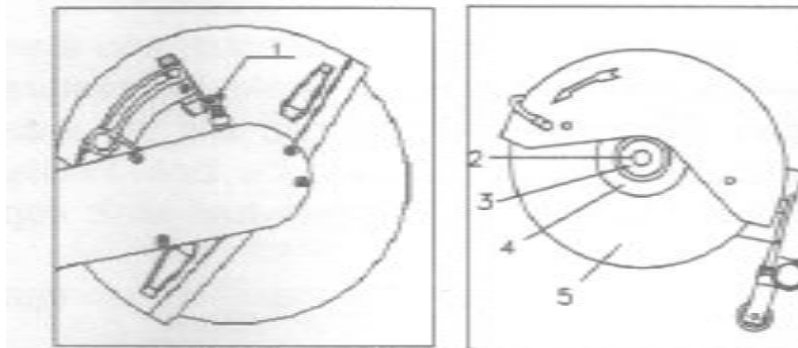

Fig 5
c. Montarea/Înlocuirea discului (ref. Fig. 5)
- Apăsați încet pe Siguranța axului (1), folosiți cheia mixtă pentru a roti Discul (5) înapoi și înainte până când siguranța axului antrenează axul discului.
- Folosiți cheia mixtă pentru a slăbi și a desface Șurubul hexagonal (2).
- Scoateți Șaiba metalică (3), Flanșa (4) de pe axul discului, împreună cu discul ce va fi înlocuit.
- Montați Flanșa (4) și Șaiba metalică (3).
- Strângeți Șurubul hexagonal (2) cu ajutorul cheii mixte la cuplul de 25N.m.